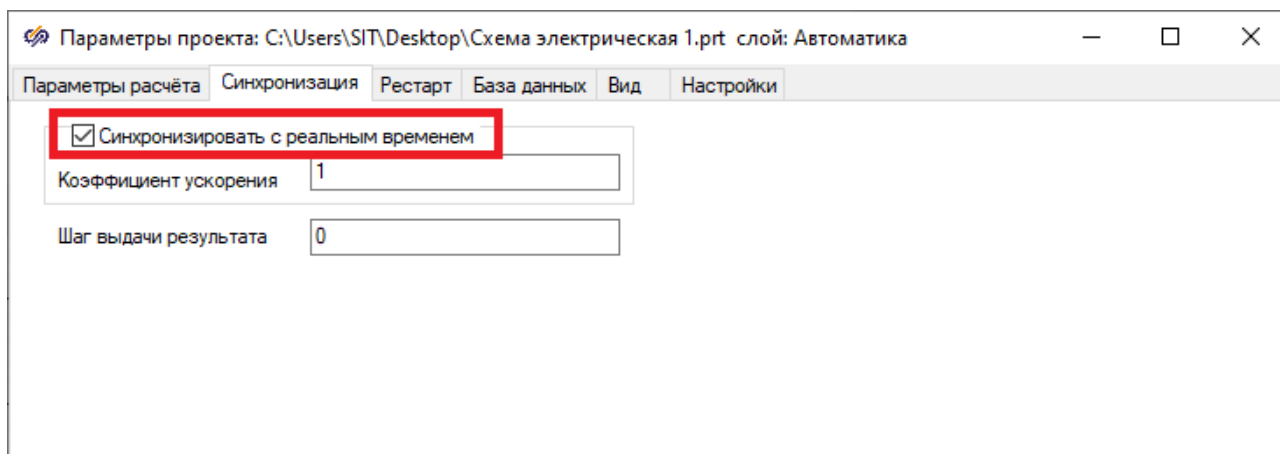

Рисунок 3.6.2. Окно «Параметры проекта» – вкладка «Синхронизация» – активация пункта «Синхронизировать с реальным временем».
- 3) Перейдите на вкладку «**Синхронизация**» и активируйте пункт «**Синхронизировать с реальным временем**» (Рисунок 3.6.2).